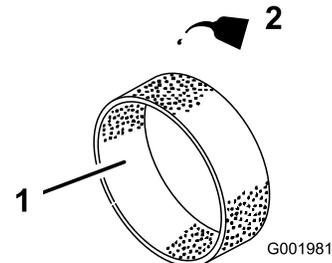

図 47
4. 乾いたら新しいエンジン・オイルを30~60cc含ませる(図 47)。